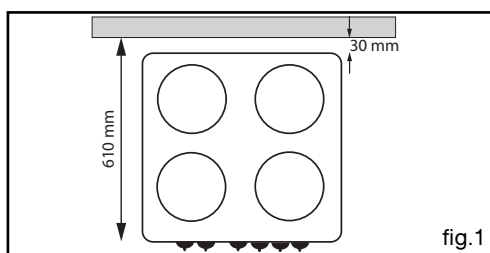

fig.1
Vous devez respecter la cote d'encastrement suivante (**fig.1**, vue de dessus):
- Enfoncez un tournevis entre la tôle du capot et la trappe puis faites pivoter la trappe (**fig. 1**).